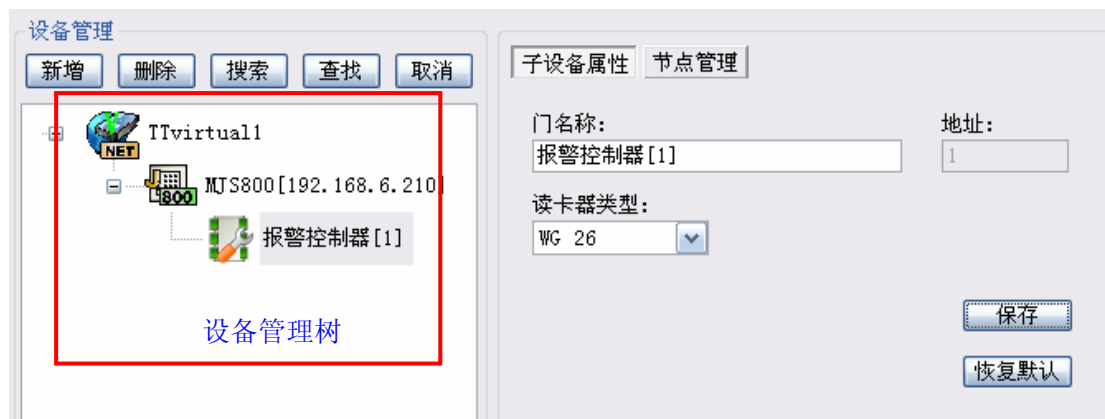

图 3.4 控制器列表与属性
- (1) 安装 1.31 及以上版本的 MJS 门禁管理软件。
- (2) 打开 MJS 门禁管理软件，选择菜单“控制器设置”的“设备管理”项，打开设备管理对话框。
- (3) 点击对话框的左侧的转换器  Ttvirtual1，最点击右侧的  按钮，把事件服务器和报警控制器搜索上来，如图 3.4所示。控制器图标为彩色表示管理软件与控制器通信正常，为灰色表示通信不正常。
控制器属性包括读卡器类型和读卡器位置等内容，如图 3.4所示。读卡器类型一般设置为Wiegand 26，以最大限度兼容各种读卡设备。